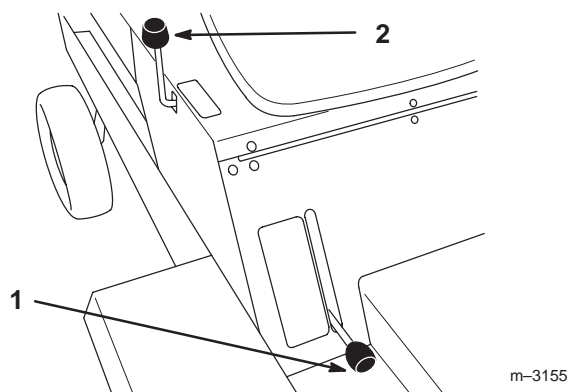

Figure 12
Ce mécanisme (Fig. 12) permet de relever et d'abaisser les accessoires.
2. Tirez le levier de commande (Fig. 12) en arrière pour élever l'accessoire à la hauteur requise.
2. Poussez le levier de commande (Fig. 12) vers l'avant pour abaisser l'accessoire.